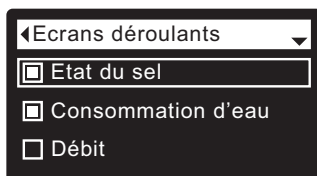

FIG. 56
5. Appuyez sur le sélecteur (O) pour afficher le menu des écrans dynamiques déroulants (cf. Figure 56).